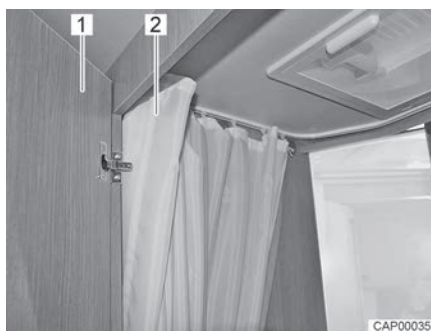

Fig. 150 Vano WC con doccia
- Per utilizzare la doccia, chiudere la porta (Fig. 150,1) e tirare completamente la tendina della doccia (Fig. 150,2), in modo da proteggere tutte le pareti.